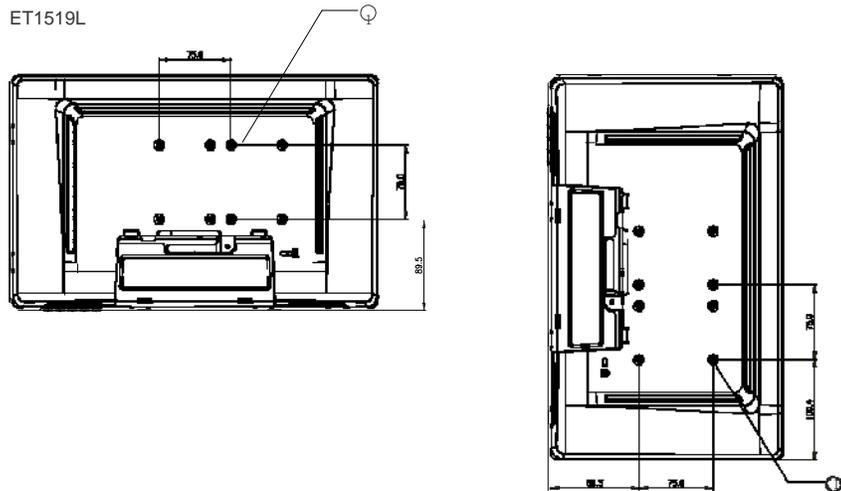

Abbildung 2-1 : VESA-Montageplatte bei entferntem Sockel
- 1 Wenn das Display bereits mit dem Sockel verbunden ist, entfernen Sie die vier Schrauben, mit denen der Sockel am Display befestigt ist (s. *Abbildung 2-1*, Element 1). Entfernen Sie den Sockel vom Display.